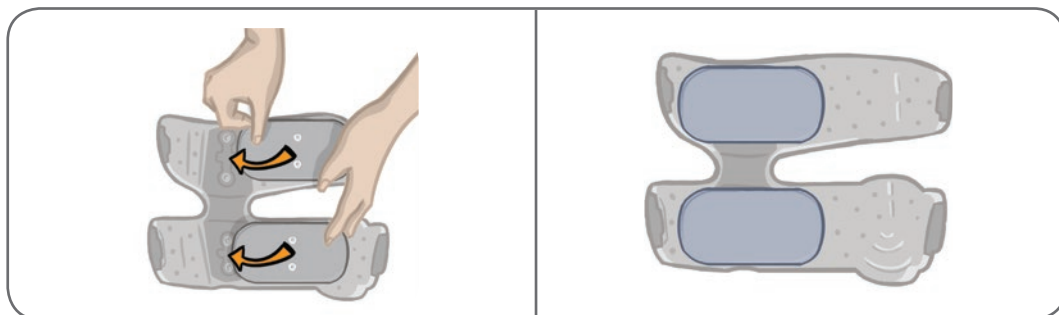

Ilustración 6-10: Alineación y sujeción de los Electrodos Thigh Cloth
5. Alinee los broches de los Electrodos Thigh Cloth con los orificios de enganche de la banda de EF del muslo. Consulte la ilustración 6-10.
6. Apriete con firmeza para encajar el Electrodo Thigh Cloth pequeño al panel inferior de la banda de EF del muslo. Apriete con firmeza para encajar el Electrodo Thigh Cloth grande al panel superior de la banda de EF del muslo. Consulte la ilustración 6-10.